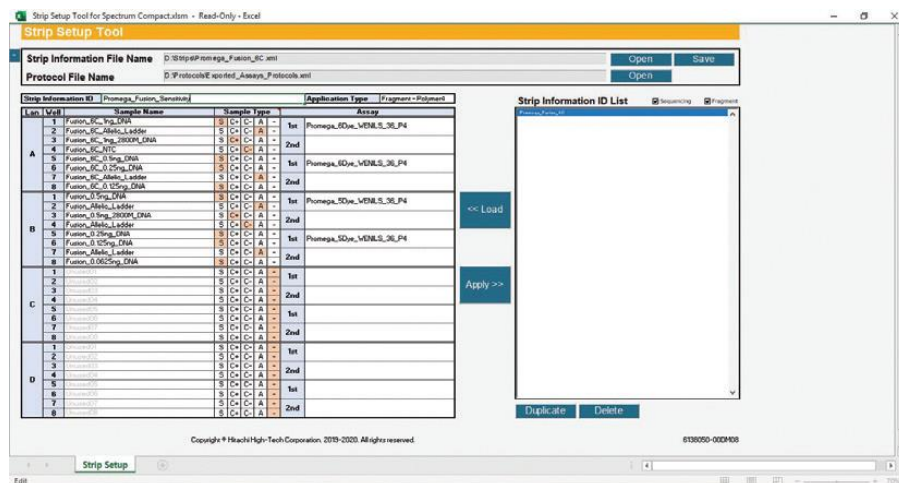

図 219 新しい Strip Information ID が編集された Strip Setup Tool for Spectrum Compact 画面
- Creating New Strip Information（セクション 13.7.2）の手順に従って、新しい strip の情報を編集します。新しい Strip Information ID を割り当てることも可能です。(図 219)